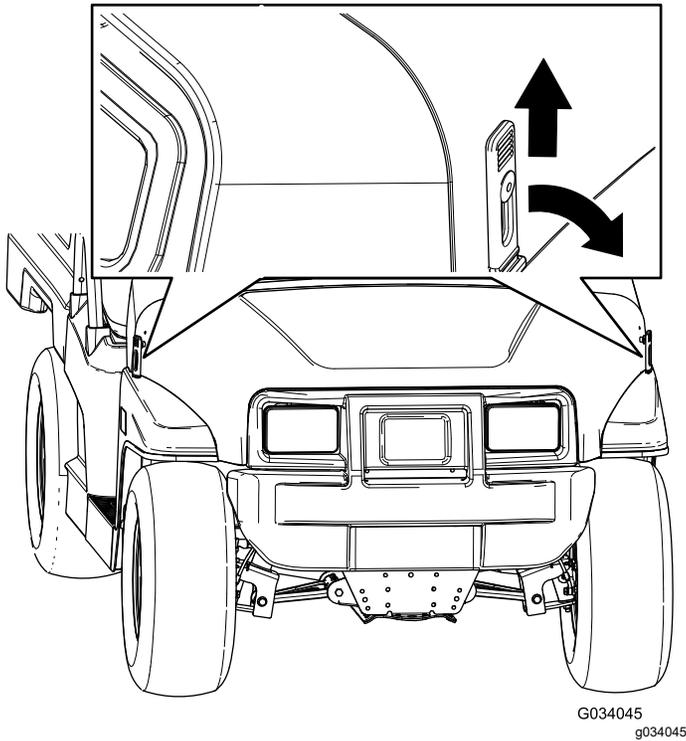

図 40
1. フードの両側についているゴム製ラッチのハンドルを上げる (図 40)。